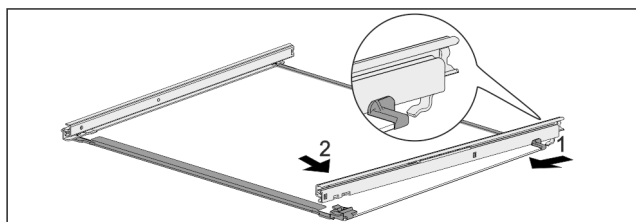

Fig. 41 Skleněná deska s kolejničkami
- ▶ Zahákněte kolejničku vzadu. Fig. 41 (1)
- ▶ Zaklapněte kolejničku vpředu. Fig. 41 (2)